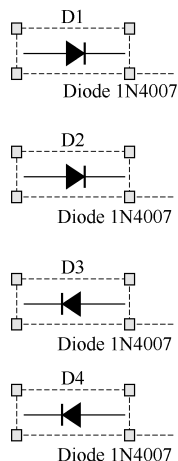

图 2.4.6 元件左对齐
(2) 单击实用工具栏中的第二个按钮“Alignment Tools (排列工具组)”，选择其中的“Align Objects Left (器件左对齐)”选项，选中后 4 个二极管向左对齐，如图 2.4.6 所示。